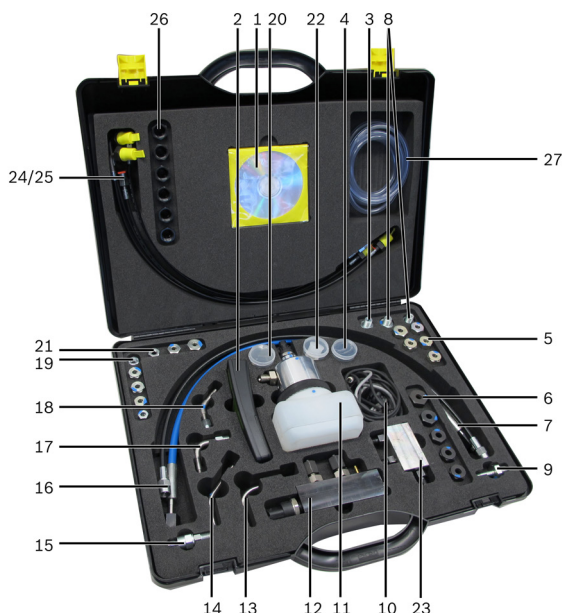

Abb. 1: Visão geral Diesel Set 3.1
O módulo do medidor de pressão (fig. 1, pos. 11) é conectado com a mangueira preta 60 MPa diretamente na conexão de alta pressão de bombas de alta pressão com uma conexão de alta pressão.
O medidor de pressão (fig. 1, pos. 12) é conectado diretamente em uma conexão de alta pressão do Rail do veículo com a mangueira azul 180 MPa.